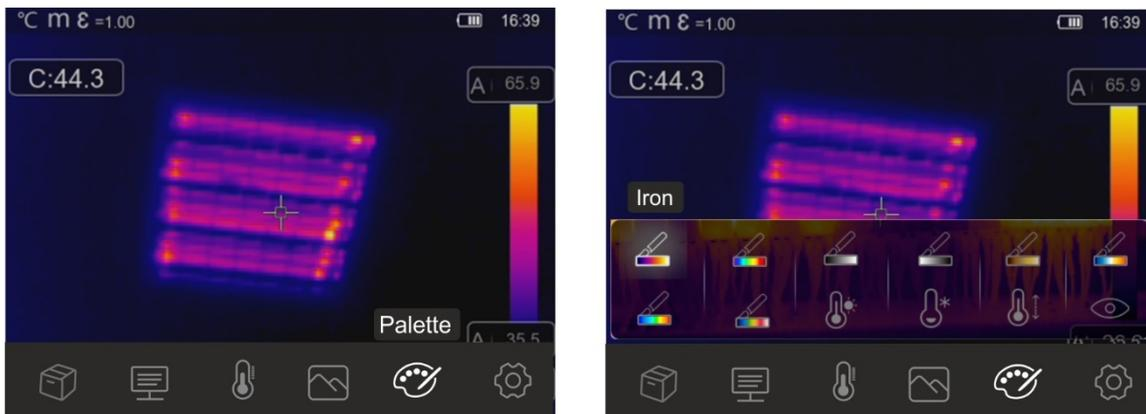

Fig. 39: Selección paletas colores y funciones isotermas
2. Toque el icono “” para entrar en el menú “Palette”. La pantalla de Fig. 39 – parte derecha se muestra en el visualizador